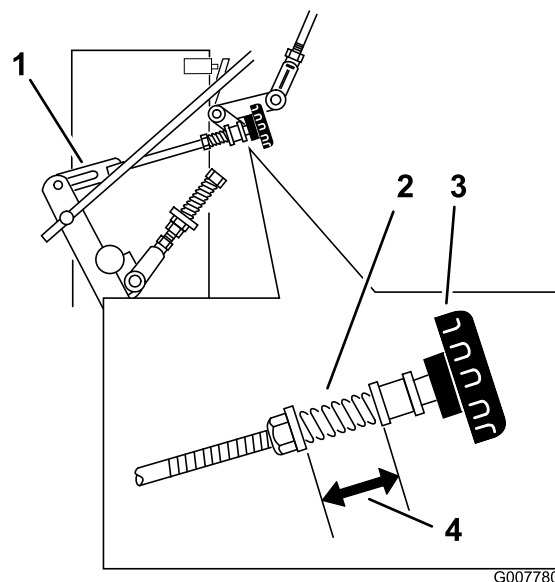

Figura 36
a las agujas del reloj hasta que la rueda empiece a girar hacia adelante (Figura 36).
4. Gire el mando en el sentido de las agujas del reloj, 1/4 de vuelta a la vez. Luego mueva la palanca de control de la velocidad hacia adelante y hacia atrás a punto muerto. Repita esto hasta que la rueda derecha deje de girar hacia adelante (Figura 36).
6. El muelle que mantiene tensado el mando no suele necesitar ajustes. No obstante, si es necesario ajustarlo, ajuste la longitud del muelle hasta que la distancia entre las arandelas sea de 26 mm (Figura 36).
7. Ajuste la longitud del muelle girando la tuerca de la parte delantera del muelle (Figura 36).